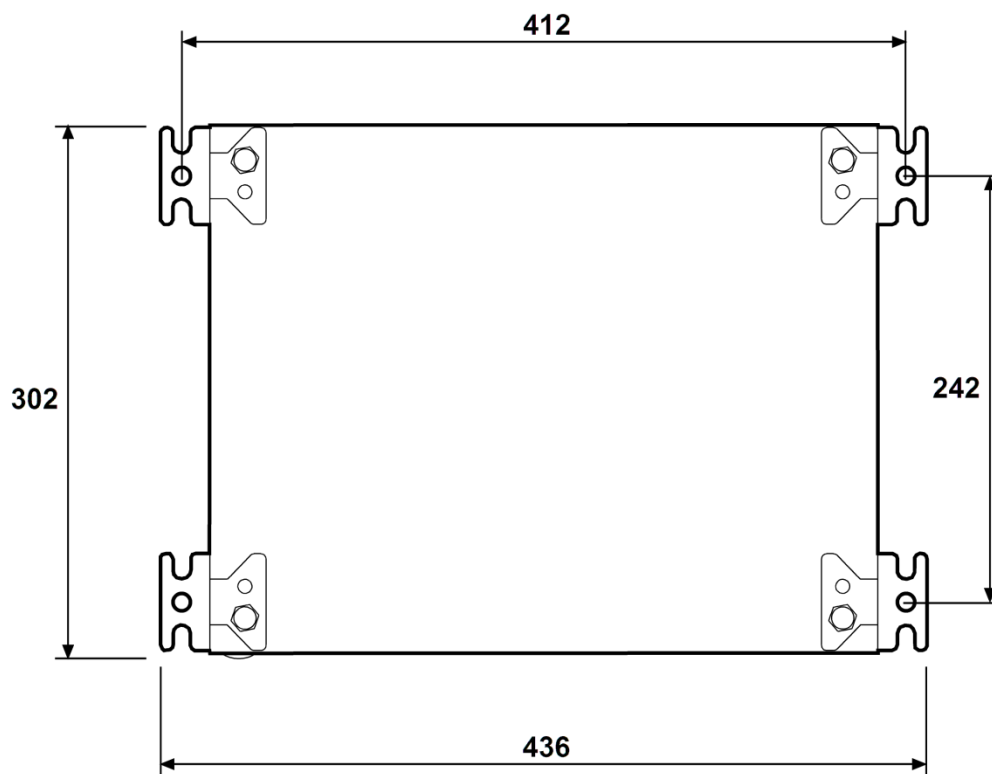

Рис. 5
- Для крепления изделия на стене подготовьте в стене четыре отверстия согласно разметке, представленной на рис.5.